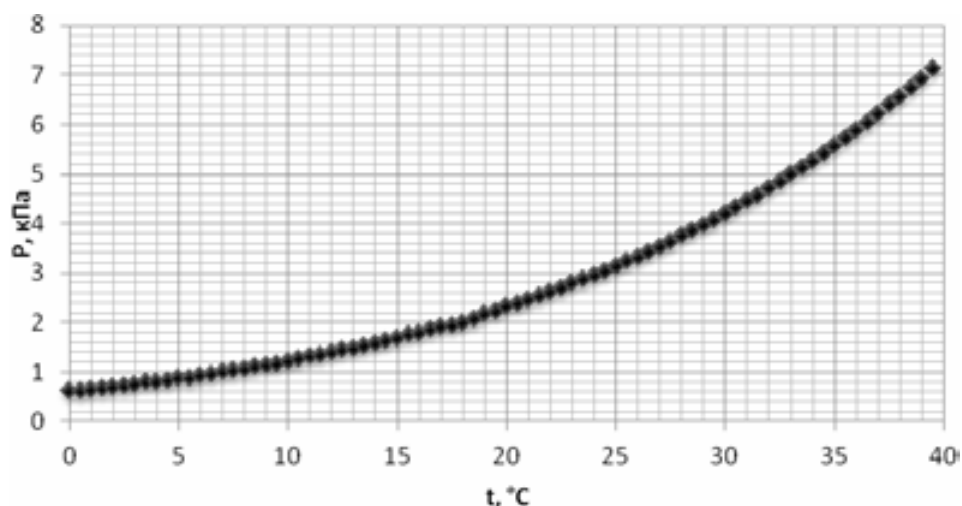

Рис. 2. График зависимости давления насыщенного водяного пара от температуры
9. Сравните полученные данные с зависимостью давления насыщенного пара воды от температуры по справочным данным (Таблица 1, Рис. 2). Поверните тройной кран так, чтобы давление в сосуде стало атмосферным.